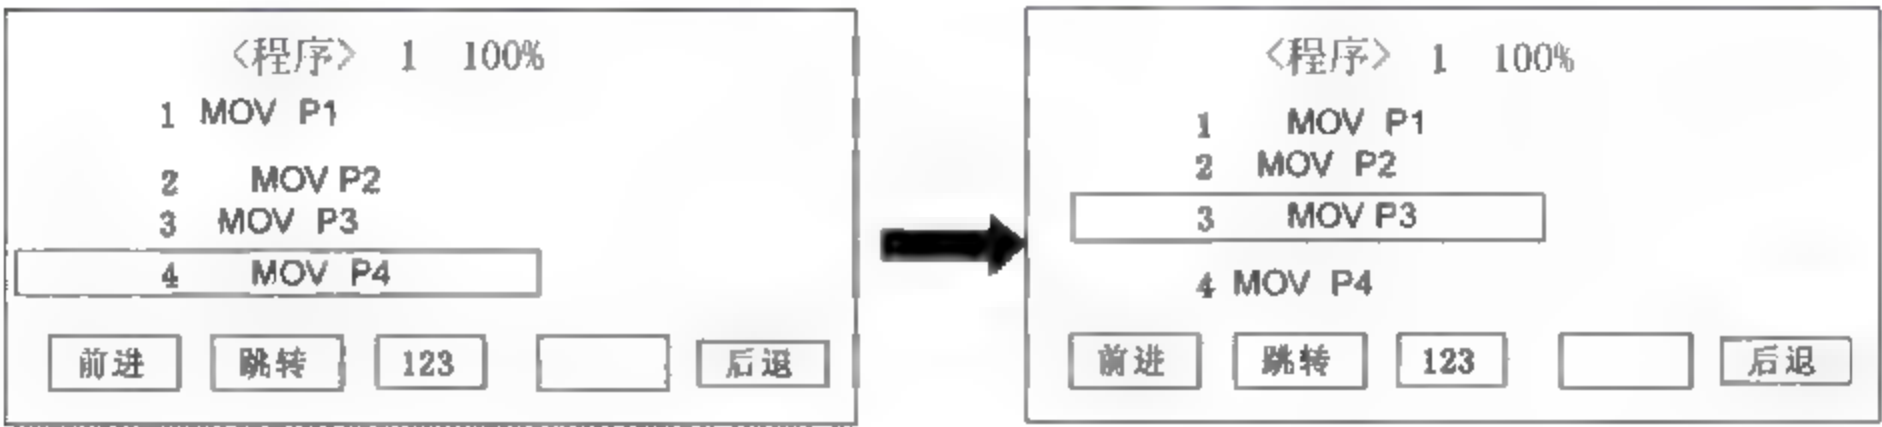

图 4-23 进入“程序”编辑界面
(1) 进入“程序”编辑界面,如图 4-23 所示。
(2) 按下对应“后退”功能的 F4 键,直到程序执行到第 3 行“3 MOV P3”。
(3) 每按下对应“后退”功能的 F4 键,程序后退一行。